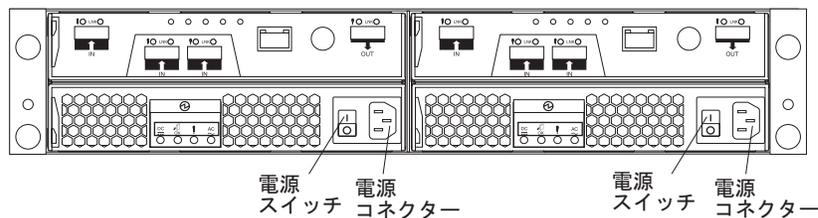

図 33. DS3200 の電源機構のスイッチとコネクター
5. ストレージ・サブシステムの背面にある両方の AC 電源スイッチをオンにします。図 33 は、DS3200 の AC 電源スイッチの位置を示しています。